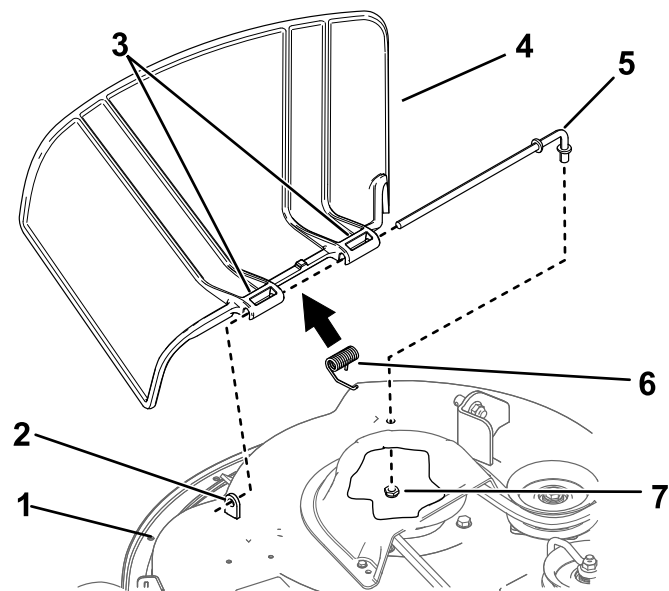

Figura 67
- Retire la tuerca ($\frac{3}{8}$ ") de la varilla (debajo del cortacésped) (Figura 67).
- Retire la varilla del espaciador corto, del muelle y del deflector de hierba (Figura 67).
- Instale el deflector de hierba nuevo (Figura 67).
- Deslice la varilla por el segundo pivote del deflector de hierba (Figura 67).
- Sujete el extremo trasero de la varilla al cortacésped con una tuerca ($\frac{3}{8}$ "), según se muestra en Figura 67.